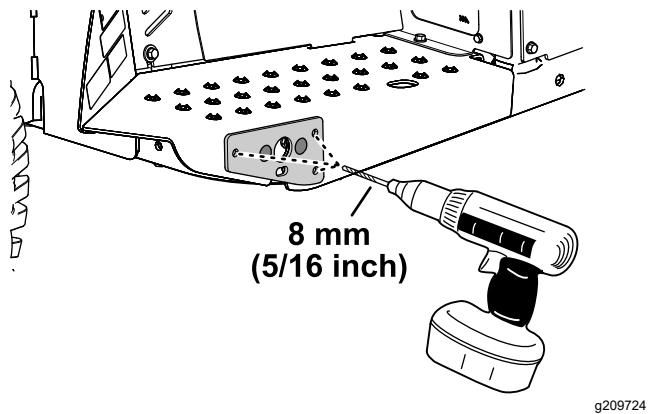

图 6
2. 将枢轴支架用作钻孔模板在脚踏板的凸缘中钻 3 个孔 (8mm) 图 6。